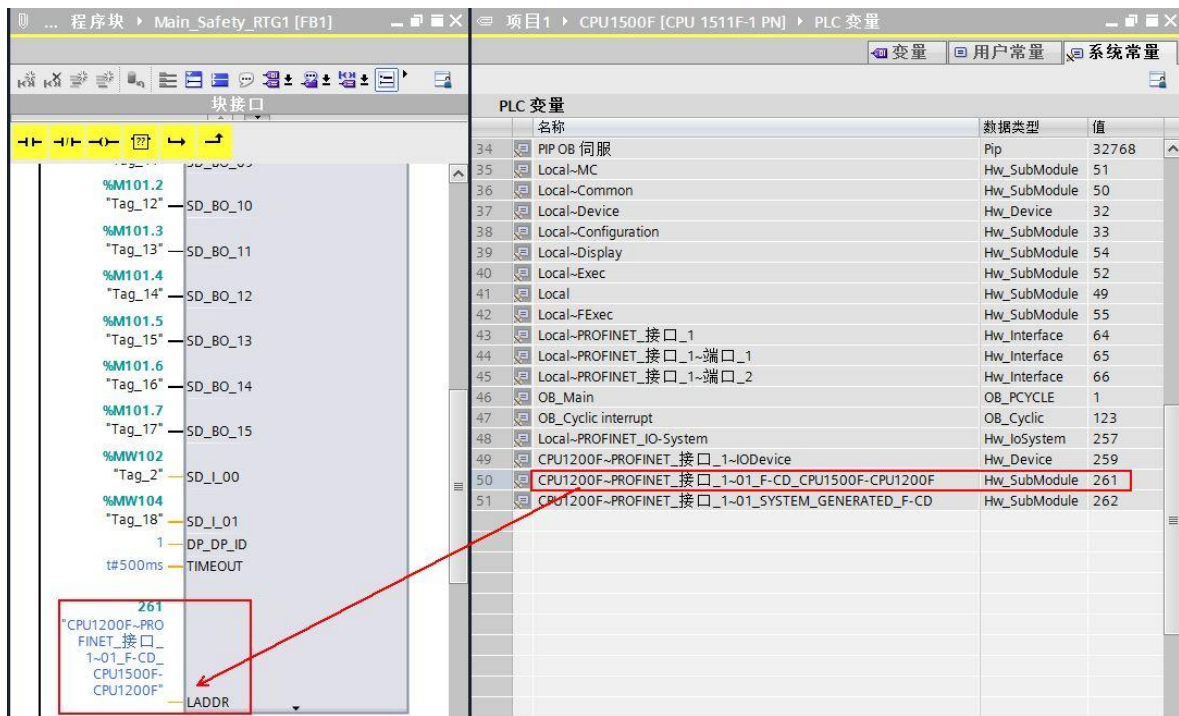

图 2-18 发送 LADDR 填写
LADDR	接 IO 传输区域的硬件标识符，示例中是 261（DEC），如下图 2-18
7) 同样在 S7-1500F 系统常量表中找到与 S7-1200F CPU 通信数据区的硬件标识符填写在 LADDR，DP_DP_ID 参数与 S7-1200F 侧参数对应。如图 2-18， 2-19。